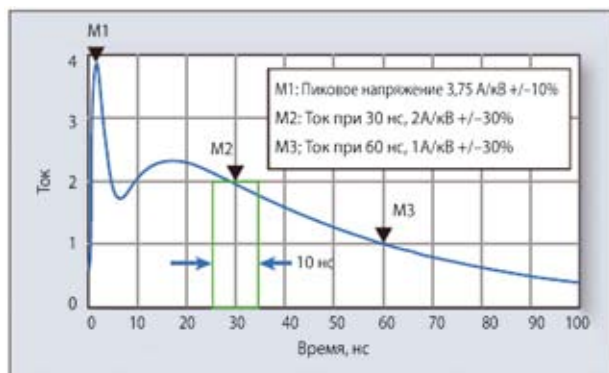

Рис. 1. Стандарт системного уровня IEC61000-4-2, предназначенный для установления предельных условий работы системы
Body Model (HBM)), «Модель автомата» (Machine Model (MM)) и «Модель заряженного устройства» (Charged Device Model (CDM)). Для определения предельных условий работы всей системы применялись стандарты системного уровня — IEC61000-4-2 (см. рис.1). Даже при одном и том же напряжении выходные токи во всех случаях значительно отличались.